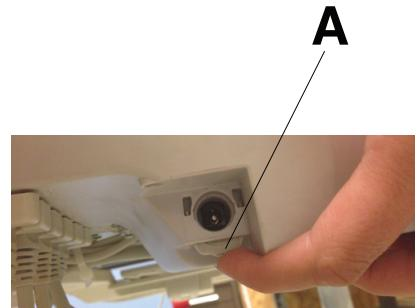

図 4 – バッテリーケーブルをロックまたはロック解除する
2. コントロールボックスを見つけます (図 4)。
4. バッテリーケーブルロックを押し、バッテリーケーブルをコントロールボックス (A) に固定します (図 4)。
3. バッテリーケーブルをコントロールボックス(A)につなぎます (図 4)。